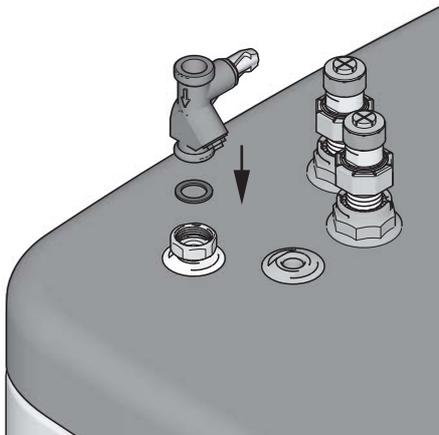

Bild 4-19 Arbeitsschritt 1+2
1. Dichtung in den Vorlaufanschluss einlegen (siehe Bild 4-19).